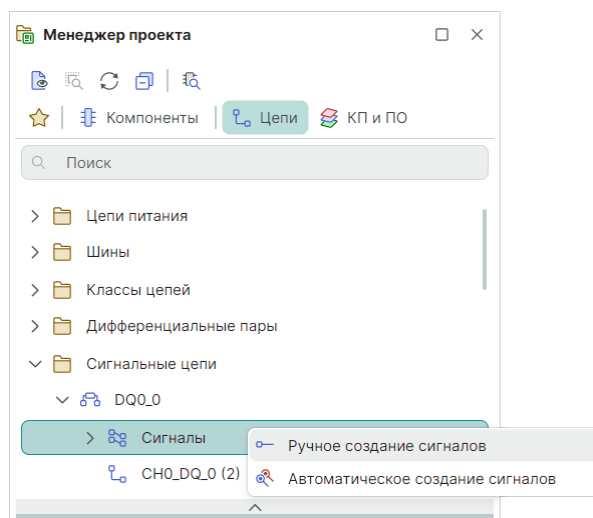

Рис. 151 Создание сигнала для выбранной сигнальной цепи в ручном режиме
1. В панели «Менеджер проекта» в узле «Сигнальные цепи» выберите сигнальную цепь, установите курсор на пункт «Сигналы», вызовите контекстное меню и выберите пункт «Ручное создание сигналов», см. Рис. 151.